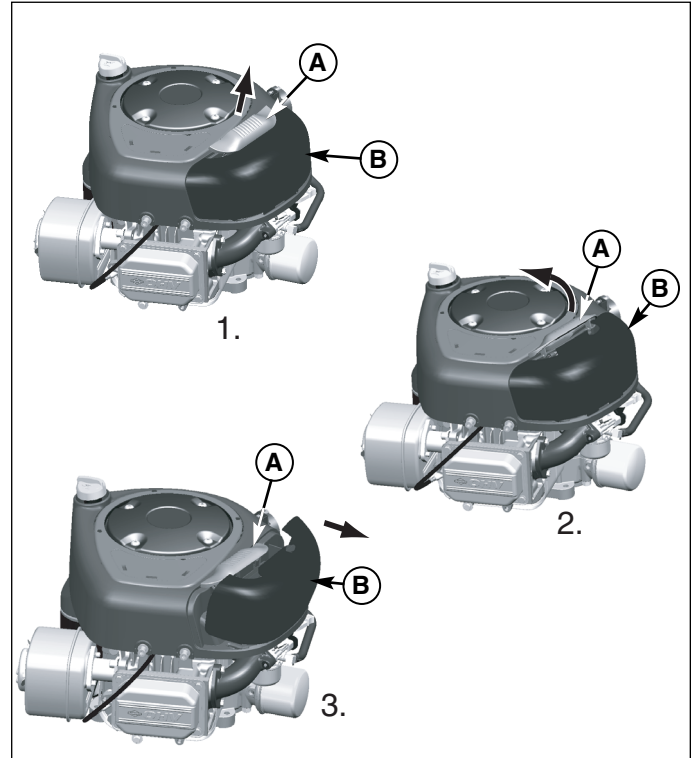
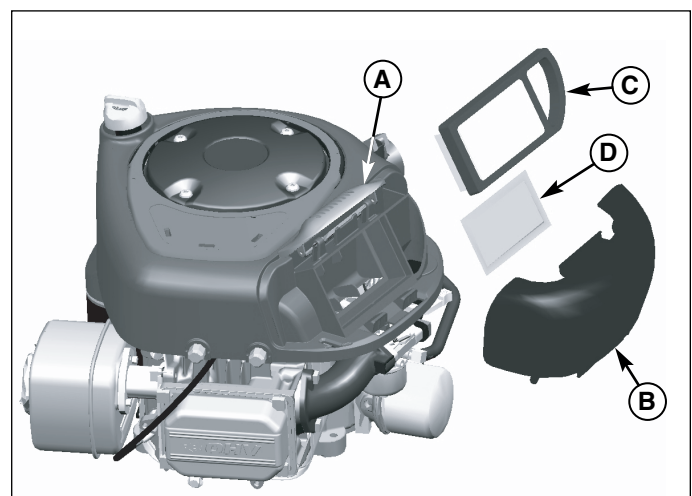

Abbildung 29. Luftfilter-Baugruppe (Briggs & Stratton-Einzyylindermodelle)
Abbildung 30. Luftfilter warten (Briggs & Stratton-Einzyylindermodelle)
1. Luftfilterverriegelung abheben (A, Abbildung 29).
2. Luftfilterverriegelung (A) nach innen verdrehen.
3. Luftfilterabdeckung (B) nach oben abziehen.
4. Luftfilter (C, Abbildung 30) und Vorfilter (D) (sofern vorhanden) aus dem Gebläsegehäuse heben.
5. Vorfilter (D) mit der Siebseite nach oben einbauen. Filter (C) wie dargestellt einbauen.
6. Abdeckung (B) einbauen. Dabei darauf achten, dass die Zungen in die zugehörigen Schlitz eingeführt werden. Mit der Verriegelung (A) sichern.